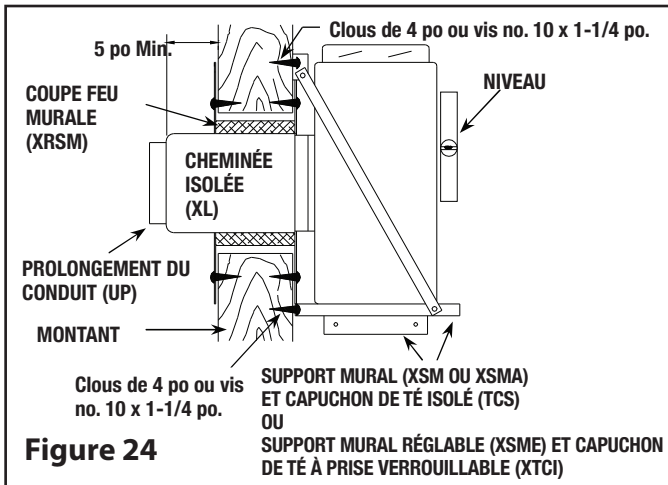

Figure 24
Étape 5. Cette étape nécessitera d'être effectuée par 2 personnes : (voir Figure 24). Insérez la longueur de cheminée de cet ensemble dans le trou du mur. En utilisant un niveau, veillez bien à ce que le té soit vertical, puis attachez le support au mur à l'aide de (8) vis à bois no. 10 x 1 - 1/4 po ou clous torsadés de 4 po.
**REMARQUE :** Pour fournir suffisamment de solidité, les clous doivent être enfoncés dans les colombages murales. Pour les murs en béton, le support devrait être attaché à l'aide de (8) tire-fonds de 1/4 po x 2 po.
Étape 6. Attachez le prolongement du conduit à la longueur horizontale de la cheminée à l'aide de trois (3) vis métalliques fournies (voir Figure 24).